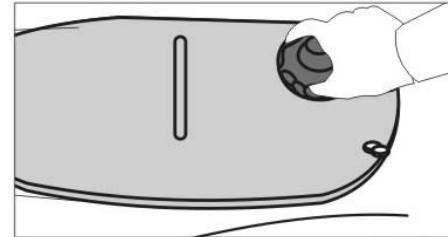

Abb. 19
- 7.1 Der Tank befindet sich unter dem Sitz (Abb. 19) und ist nur zugänglich, wenn der Sitz offen und angehoben ist. Um Kraftstoff einzufüllen, den Deckel abschrauben und nach dem Tanken wieder schließen.